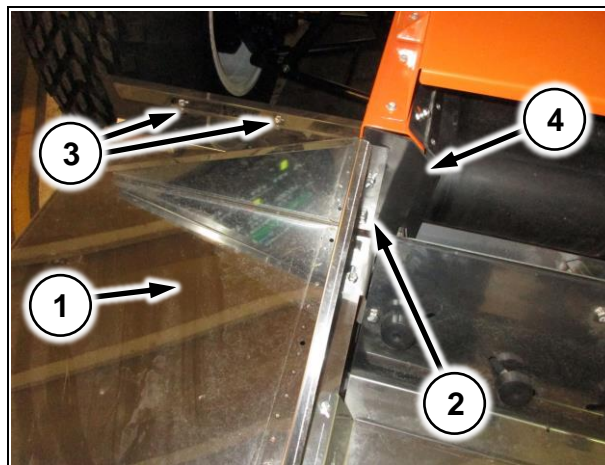
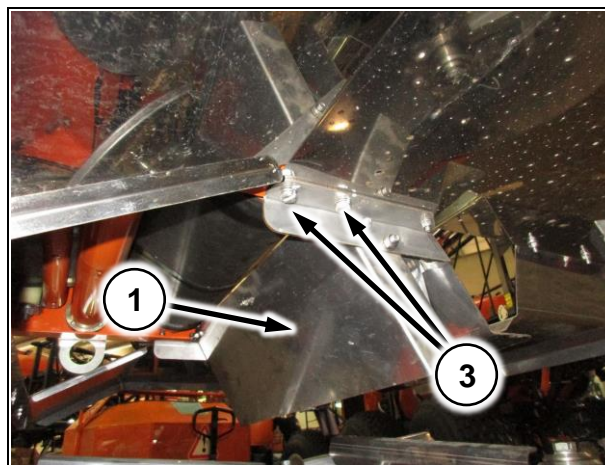
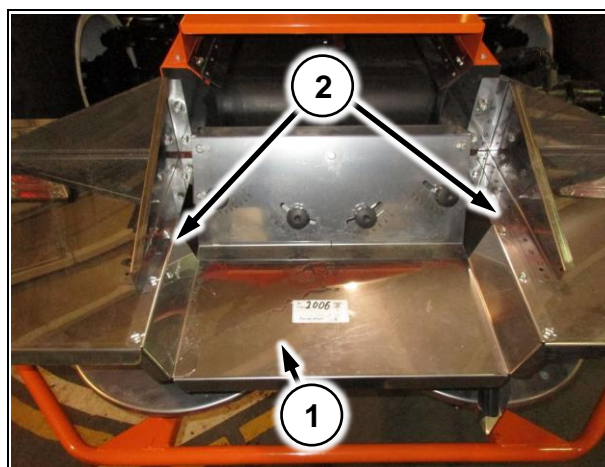

Рис. 170
Рис. 171
Рис. 172
- 1 Установите отражатель (Рис. 170/1) на подающий механизм и зафиксируйте болтами (Рис. 170/2,3) слева и справа. При закручивании болтов (Рис. 170/2) установите резиновый уплотнитель (Рис. 170/4) под уплотнитель.
- 2 Установите делитель (Рис. 171/1) на подающий механизм и зафиксируйте болтами (Рис. 171/2) слева и справа. Болты так же фиксируют отражатель (Рис. 170/1)
- 3 Установите центральный отражатель (Рис. 172/1) сверху боковых отражателей (Рис. 170/1) и зафиксируйте болтами (Рис. 172/2).